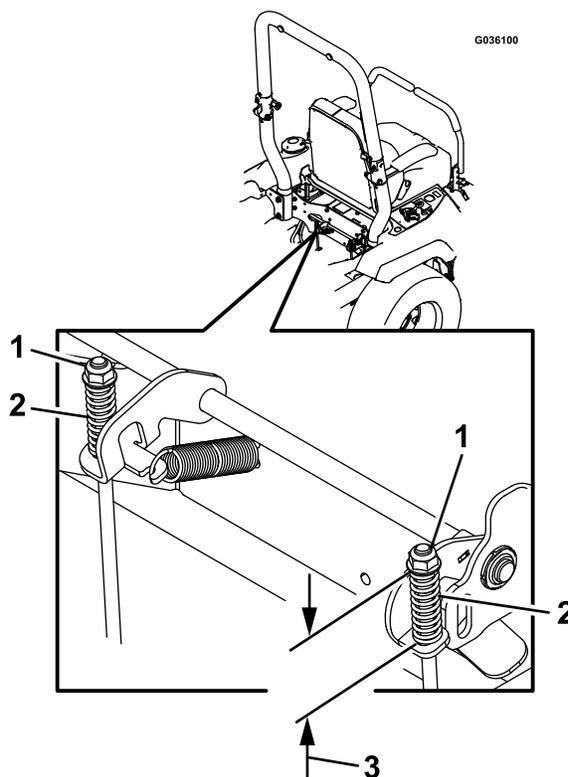

Figura 62
7. Controllate entrambe le lunghezze della molla come mostrato in Figura 62. Qualora si renda necessaria una regolazione, ruotate il dado superiore in senso orario per accorciare la molla e in senso antiorario per allungarla.